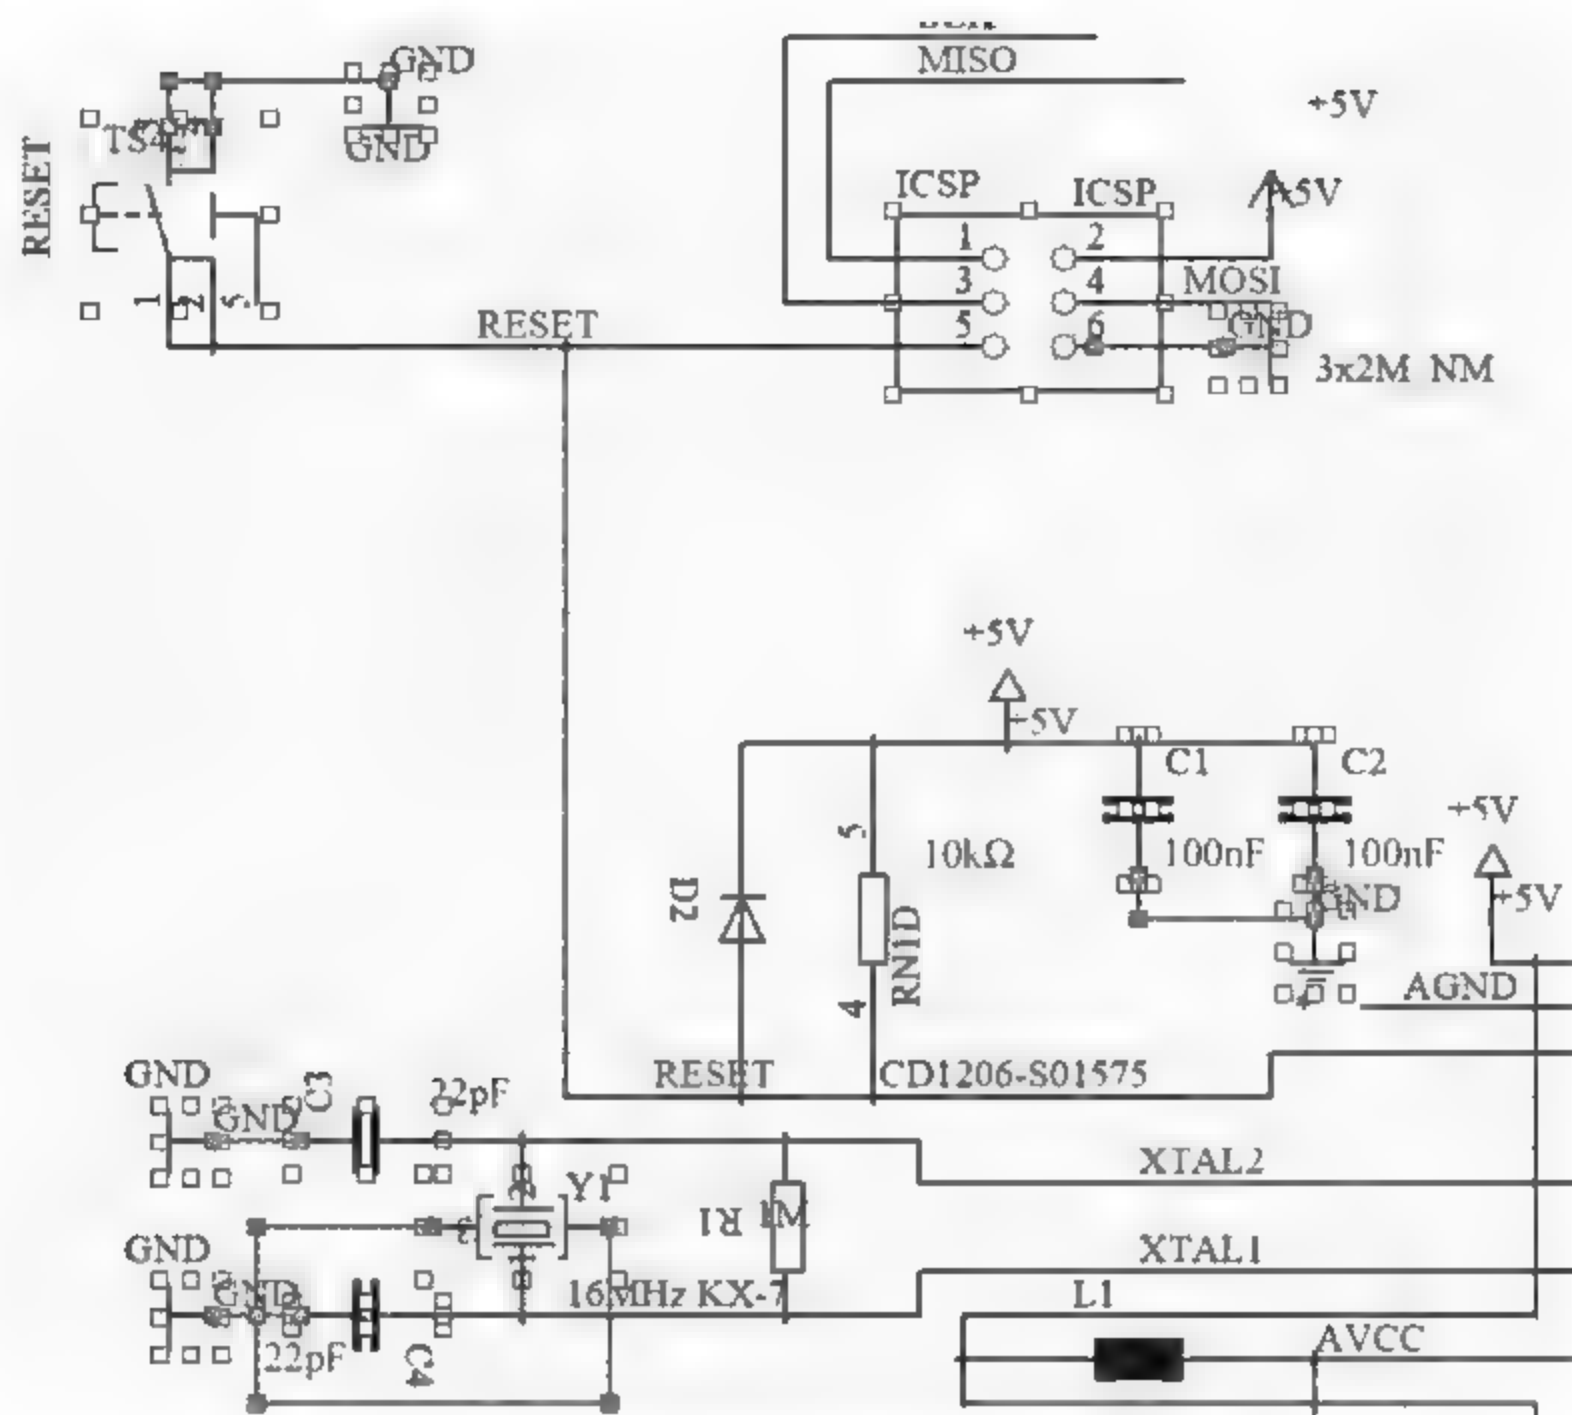

图 1-30 “选择”方式下的高亮效果
- 选择: 如果只勾选该复选框,用户在原理图中高亮显示某一个网络时,原理图对应的所有网络都会处于一种被选中的状态,如图 1-30 所示。